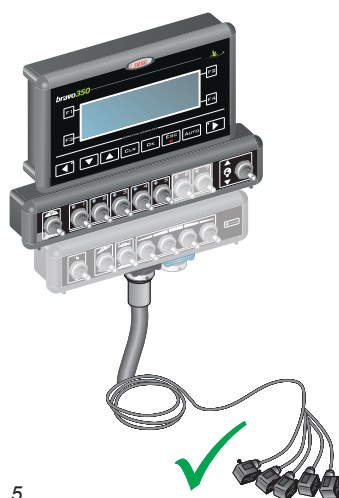

Fig. 5
- les brins des câbles doivent être **TOUJOURS** orientés vers le bas (Fig. 5).